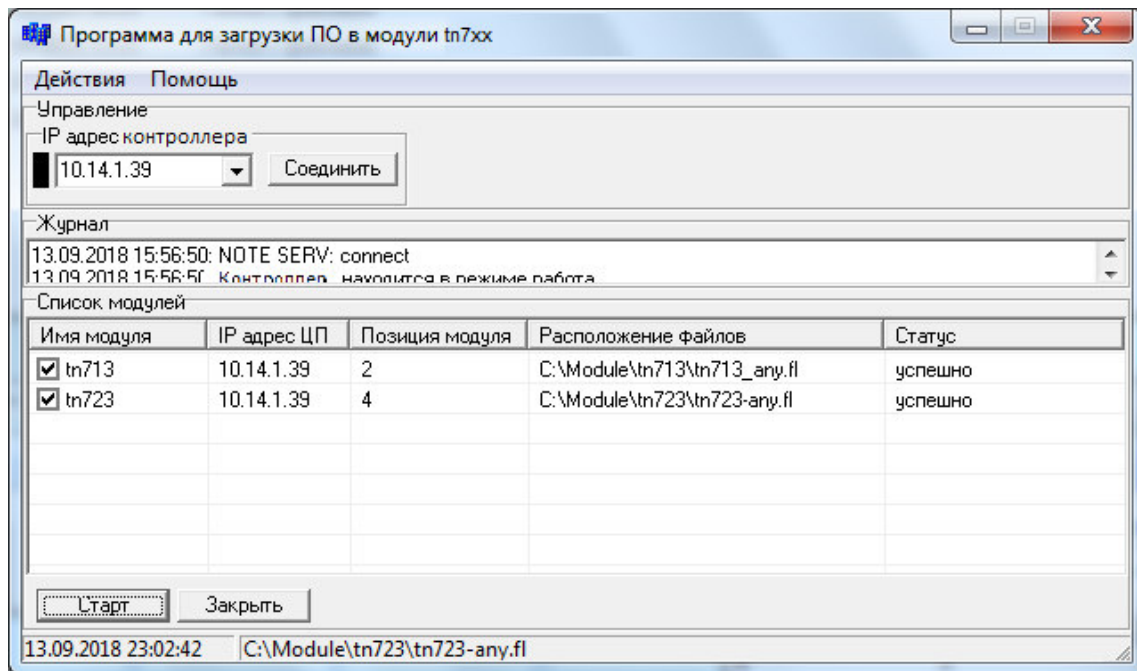

Рисунок 3.10 – Сервисная программа *loader_tn7xx.exe*. Завершенная групповая загрузка ПО
- Проверить *Статус* загрузки ПО в модули. При успешной загрузке ПО в столбце *Статус* отображается значение «успешно» (рисунок 3.10).
Для выхода из групповой загрузки следует нажать кнопку «Закреть» (рисунок 3.10).